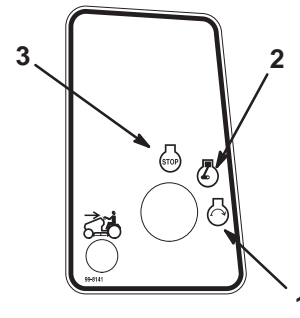

Figure 9
6. Tournez la clé de contact dans le sens des aiguilles d'une montre et maintenez-la en position de Démarrage (Fig. 9). Relâchez la clé quand le moteur démarre.
2. Tournez la clé de contact en position Contact coupé (Fig. 9).